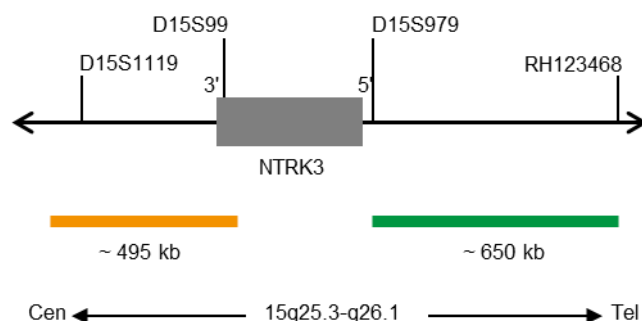

Fig. 1. SPEC NTRK3 Mapa de la sonda (no está a escala)
- Polinucleótidos marcados en verde (excitación a 503 nm/emisión a 528 nm) ZyGreen (~10 ng/μl), dirigidos a secuencias localizadas en 15q25.3-q26.1* (chr15:88,825,346-89,475,889) distales a la región del punto de ruptura de NTRK3 (ver Fig. 1).
- Polinucleótidos marcados en naranja (excitación a 547 nm/emisión a 572 nm) ZyOrange (~4,5 ng/μl), dirigidos a secuencias localizadas en 15q25.3* (chr15:87,976,717-88,471,002) proximales a la región del punto de ruptura de NTRK3 (ver Fig. 1).